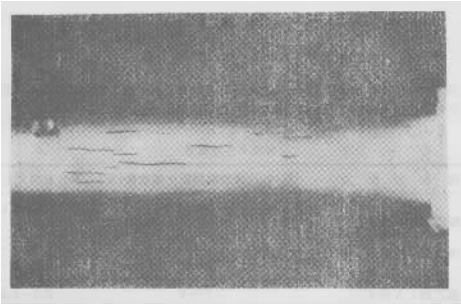

图 8 孔壁磨削裂纹
10.2 装甲车柱塞导管内壁常有磨削裂纹,可采用本方法检查,见图 8。